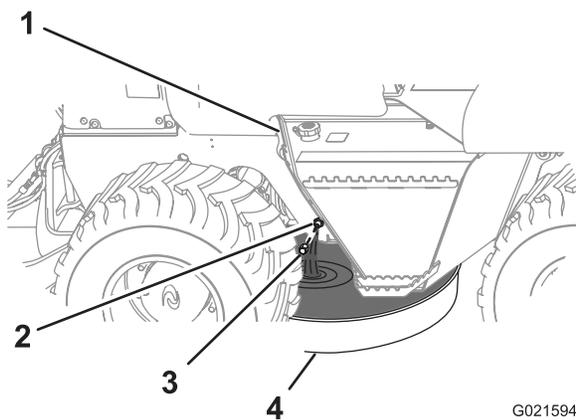

Figure 43
3. Placez un bac de vidange d'au moins 8,4 L (8,9 ptes américaines) de capacité sous le raccord de vidange d'huile moteur (Figure 43).
- Enlevez le bouchon du raccord de vidange et vidangez complètement l'huile moteur (Figure 43).
- Remettez le bouchon sur le raccord de vidange (Figure 43).
- Enlevez le bouchon du goulot de remplissage d'huile en le tirant vers le haut (Figure 43).